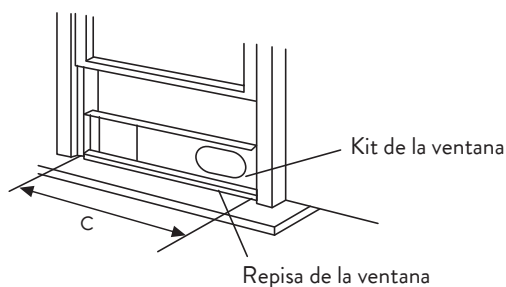

Fig. 5
2. Sujetar el kit deslizador de la ventana a su repisa. Ajustar la longitud de dicho kit de acuerdo al ancho de la ventana, acortar el kit de la ventana ajustable si el ancho de la ventana es menor a 26.5 (Tipo I) o 22.1 (Tipo II) pulgadas. Abrir la hoja de la ventana y colocar el kit deslizador de la ventana en la repisa de la ventana. Fig. 5.